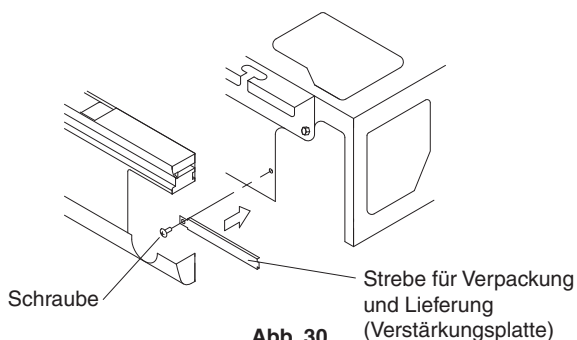

Abb. 30
- Nach dem Verlegen der Ablaufleitung die Strebe für Verpackung und Lieferung (Verstärkungsplatte) wieder anbringen; Ausbau siehe Abschnitt **“6. KÄLTEMITTELLEITUNGSARBEITEN”**. Es ist jedoch nicht notwendig, die Strebe für Verpackung und Lieferung (Verstärkungsplatte) an der rechten Seite zu installieren. **(Siehe Abb. 30)**